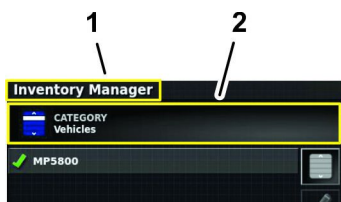

Figure 88
5. Si la catégorie Tâches n'apparaît pas sur l'icône Catégorie (Figure 88).